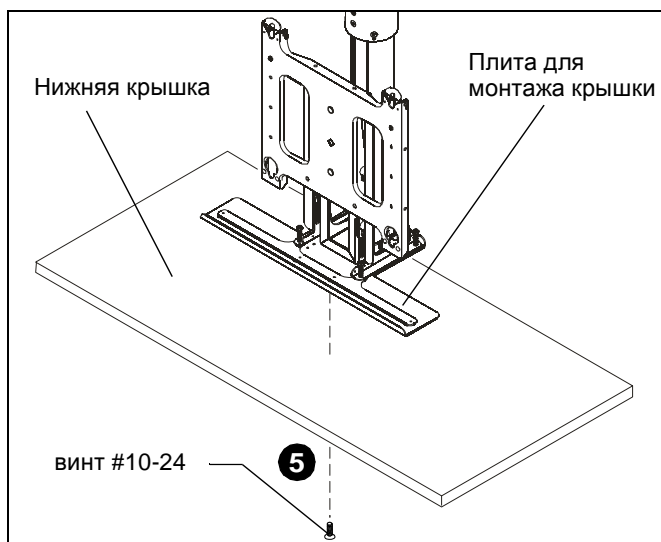

рис. 25
5. Закрепите нижнюю крышку на монтажной панели с помощью винтов #10-24 длиной минимум 1 дюйма плюс толщина потолочного материала (не входят в комплект поставки). (см. рис. 25)